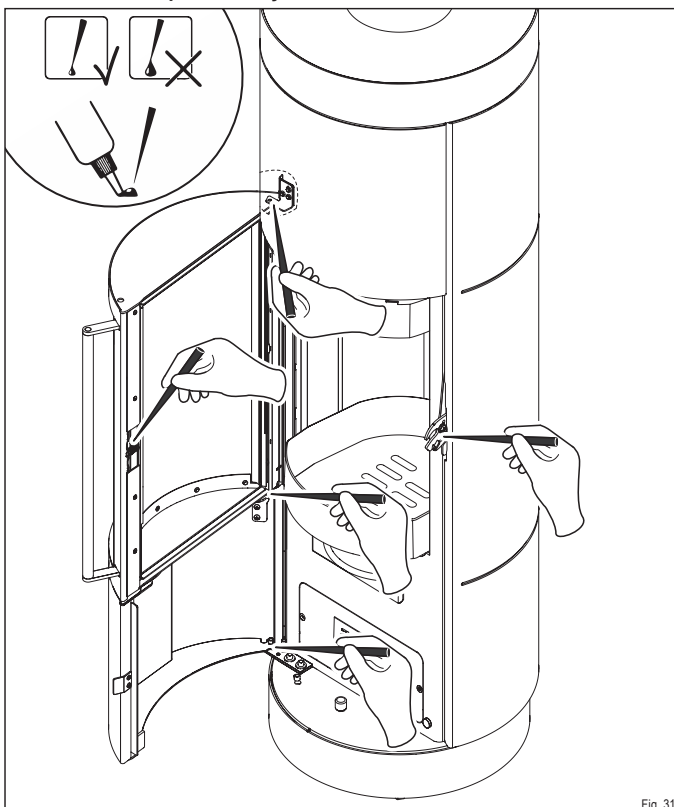

Fig. 31
- ✓ Faites glisser le bac à cendres dans l'ouverture (Fig. 31).
- ▶ Lubrifiez les points avec la graisse spéciale de la Startbox (Fig. 31).